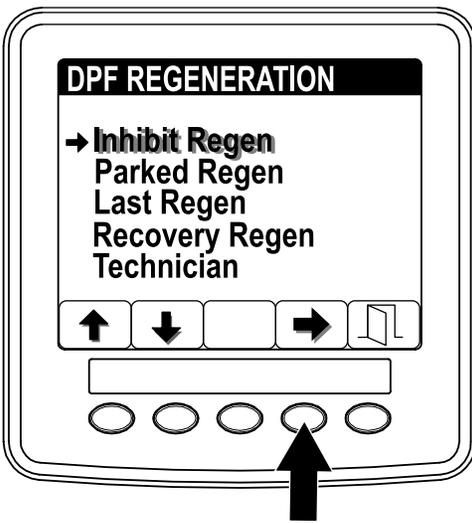

Figura 12
1. Acceda al menú DPF Regeneration (Regeneración de DPF) y pulse los botones 1 o 2 para desplazarse hacia abajo, hasta la opción INHIBIT REGEN (Inhibir regeneración) (Figura 12).
2. Pulse el botón 4 para seleccionar la opción Inhibit Regen (Inhibir regeneración) (Figura 12).